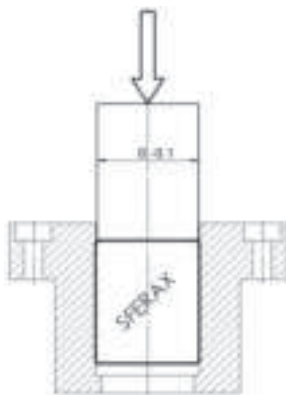

Abb. 1.
**Das Längskugellager darf dabei nur an der äusseren Hülse eingepresst werden.** Zweckmässigerweise empfiehlt sich die Verwendung einer zylindrischen Hülse, die flach auf die Stirnseite des Lagers aufgelegt wird. **Um eine Beschädigung des Lagers zu vermeiden, sollte der Hüsendurchmesser um 0,1 mm kleiner als der Bohrungsdurchmesser sein (siehe Abb. 1).**